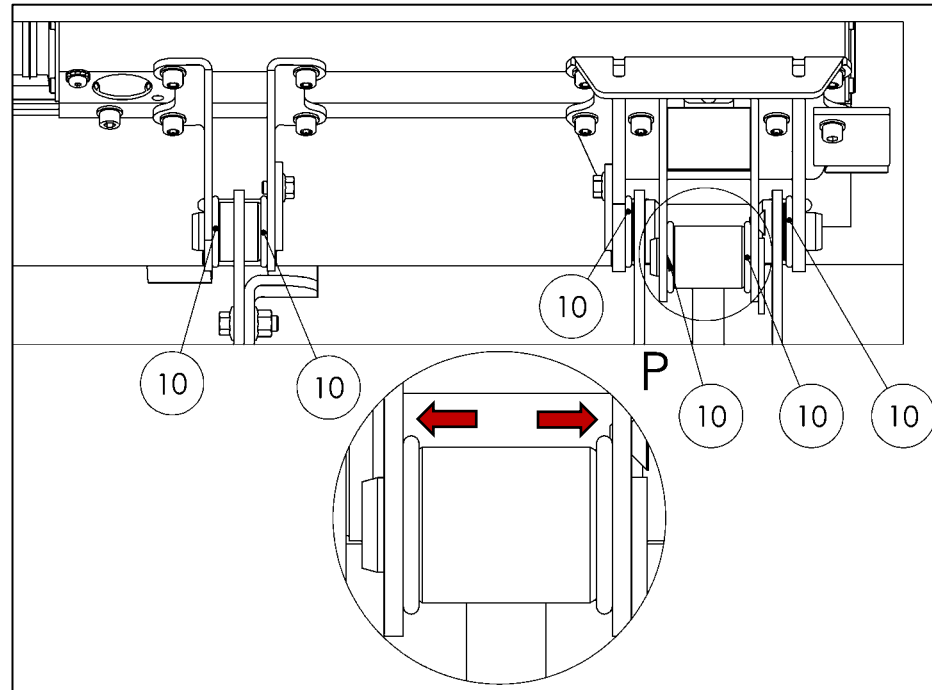

Abbildung 69
- Die 6 x vormontierten O-Ringe Beipack-Stückliste Pos.-Nr. 10 an ihre Dichtstellen ziehen (siehe Abbildung 69).